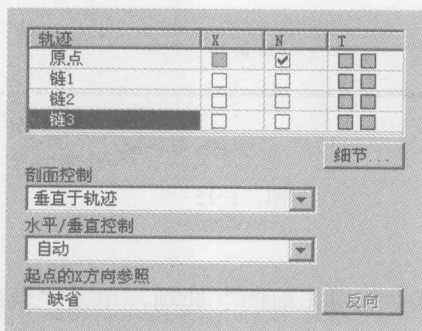

图 1-11
- 5) 在参照的展开面板中, 供选择的各项如图 1-11 所示。